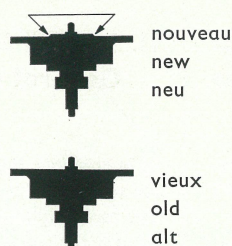

Fig. 7
e) Indications spéciales concernant les embrayages de l'ancienne et de la nouvelle exécution (6348) (Fig. 7)
e) Special note – old and new type coupling clutches (6348) (Fig. 7)
e) Besonderer Hinweis! Kupplungen in alter und neuer Ausführung (6348) (Fig. 7)